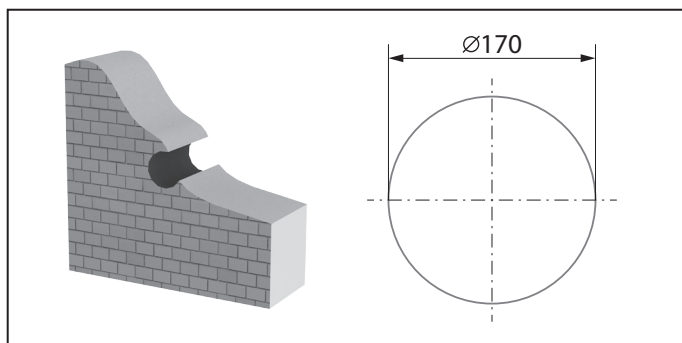

Рис. 7. Размер отверстия под телескопический канал
1. Для монтажа установки подготовьте в наружной стене помещения сквозное отверстие круглой формы. Размер отверстия указан на Рис. 7.